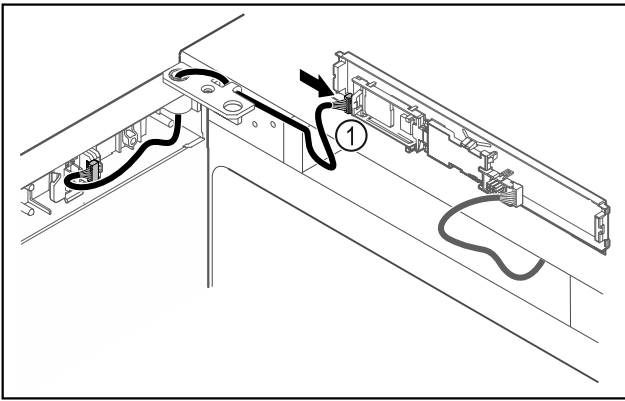

Fig. 47
- ▶ Enchufe el conector Fig. 47 (1) en la placa.